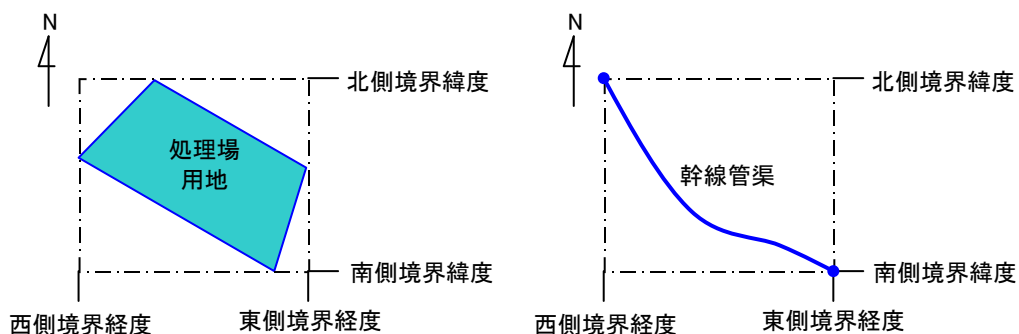

図 4-1 境界座標が示す範囲
(7) 住所
(8) 水系・路線情報 JS
(9) 測地系、境界座標情報 JS
- 境界座標情報は、当該業務の対象範囲を囲む矩形の領域を示し、西側及び東側の経度と北側及び南側の緯度を各々度（3桁）分（2桁）秒（2桁）で表される7桁の数値を記入する（例：0350205 北緯 35° 2′ 5″）（図4-1参照）。なお、対象領域が南緯及び西経の場合は頭文字に「-」（HYPHEN-MINUS）を記入する。境界座標の精度は、100m程度を目安とする（経緯度の1秒は地上距離で約30mに相当）。